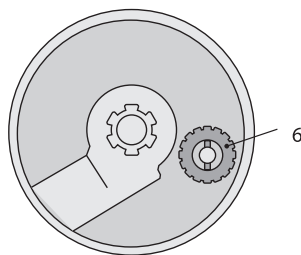

Рис. 2. Бак прибора (вид снизу)
2. Переверните бак для воды вверх дном и открутите крышку бака (см. рис. 2), поворачивая ее против часовой стрелки.